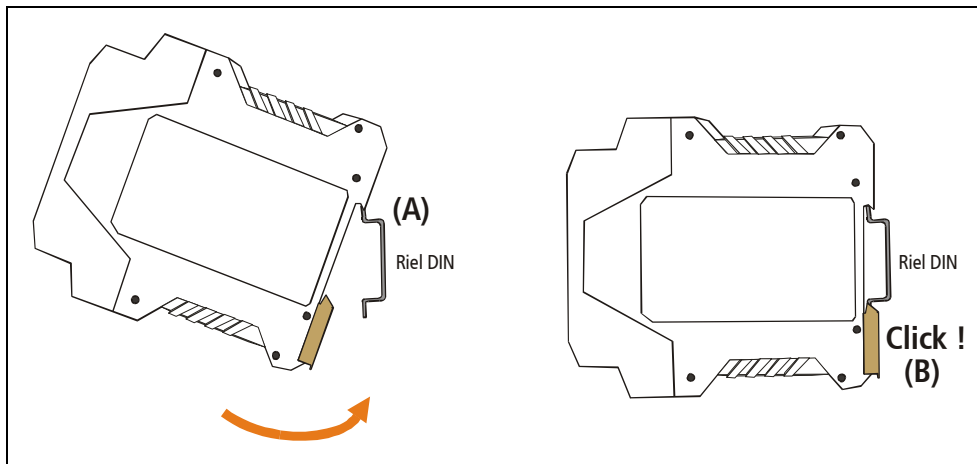

Figura 11 - Montaje del equipo sobre riel DIN
Para sujetar el equipo oriente la parte superior del mismo hacia el riel (como se muestra en la figura 11) y ubique la ranura del adaptador sobre el borde superior del mismo (A).